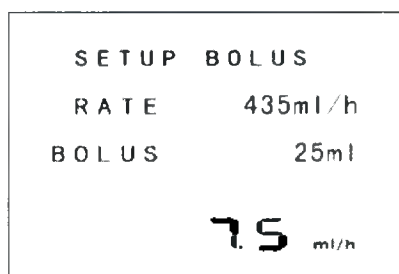

Рис. 28 – Экран установки параметров болюсного введения
1. Во время обычной инфузии пациенту можно ввести дополнительную дозу медикамента, удерживая кнопку . Дозу BOLUS можно установить, удерживая  в течение 2 секунд – так вы попадете в меню SETUP BOLUS (рис. 28).